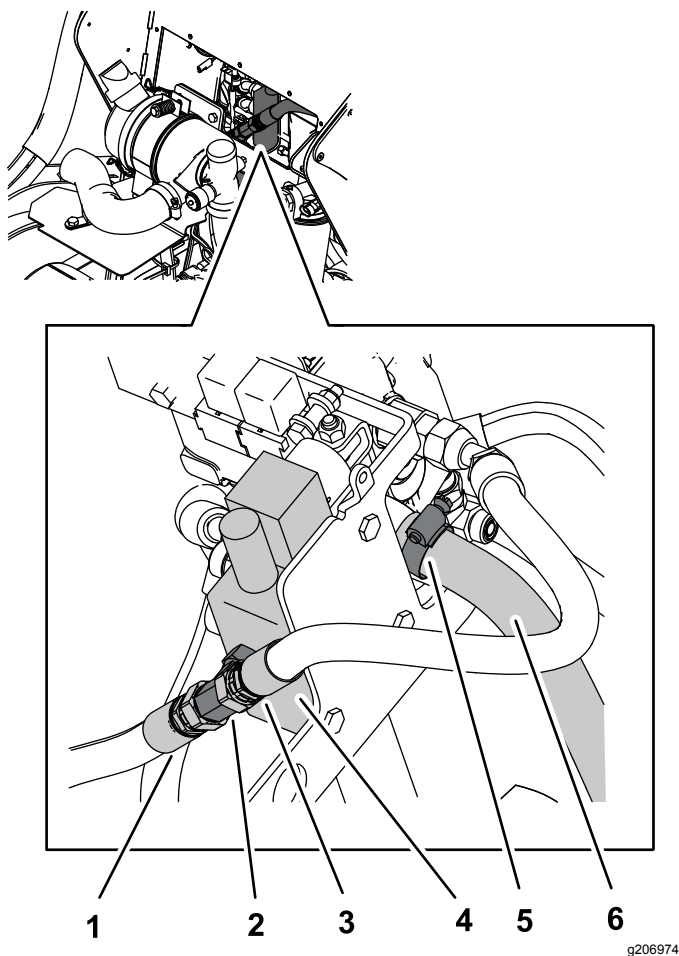

Рисунок 9
1. Отсоедините 2 шланга, подсоединенные к тройнику в передней части вспомогательного клапана (Рисунок 9).